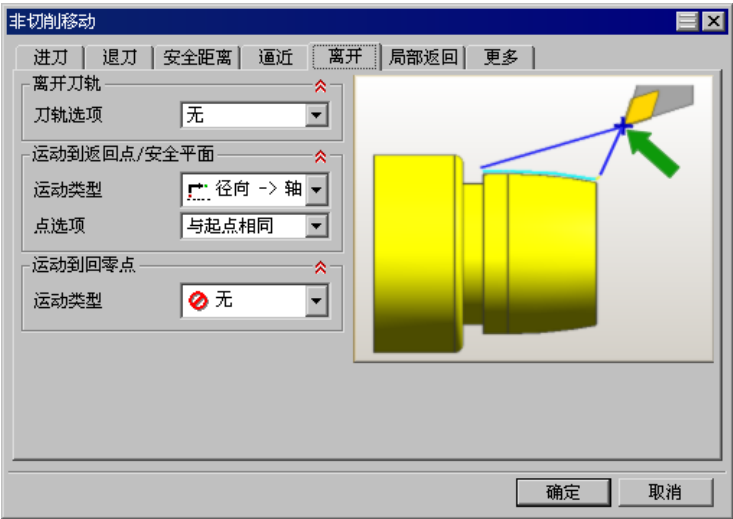

图 9.13 “离开”选项卡
Step2. 在“非切削移动”对话框中选择 **离开** 选项卡, 设置图 9.13 所示的参数。